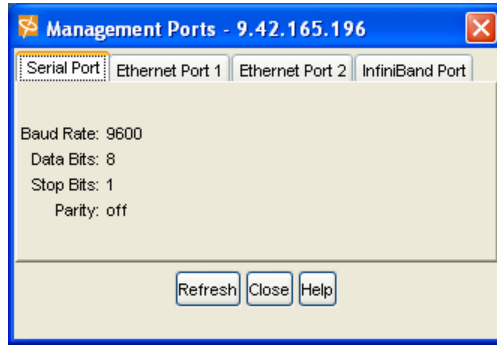

図 6-10 Management Ports: 「Serial Port」タブ
- ▶ 「Management Ports」は図 6-10 のようなウィンドウを表示します。